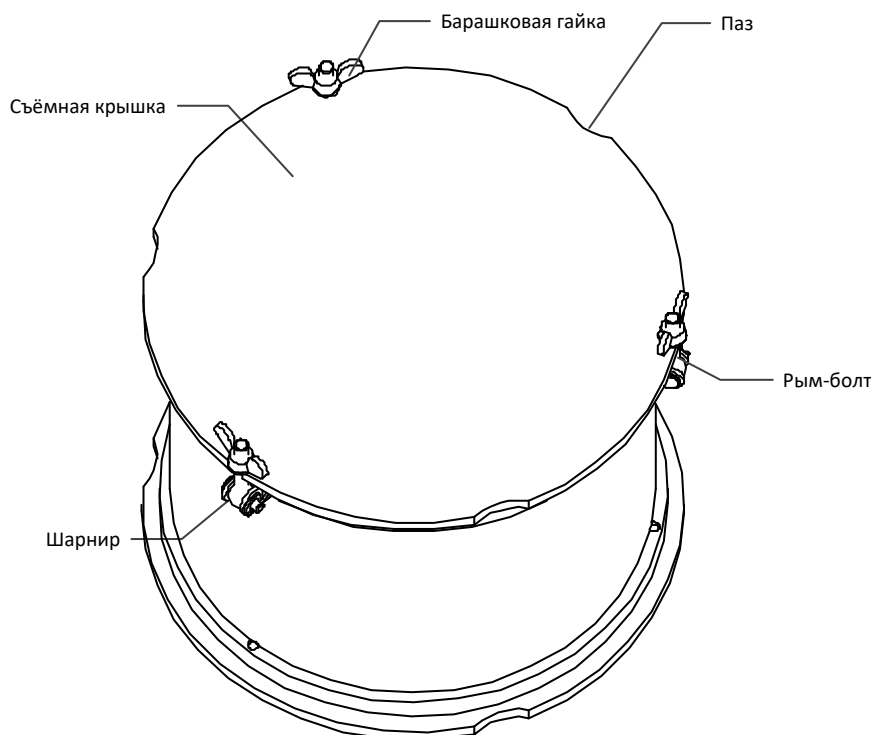
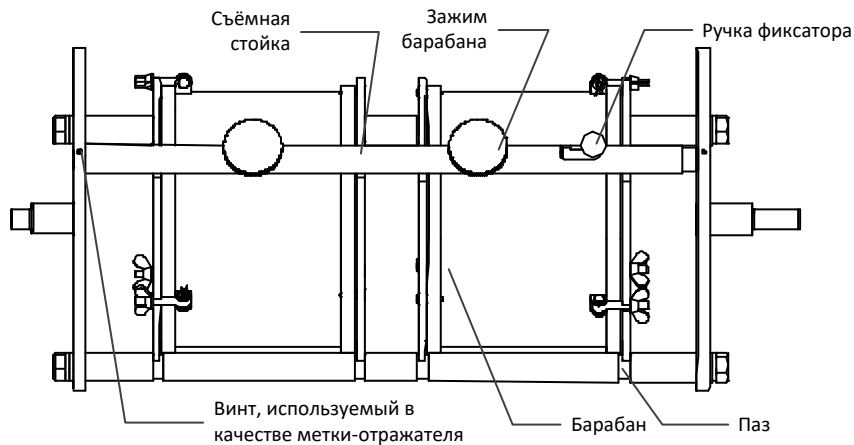

Рисунок 4 - Барабан
Рисунок 5 – Держатель барабанов
- 1) На крышке контейнера (см. рис. 4) ослабить три барашковые гайки, вращая их против часовой стрелки. Отвести рым-болты на шарнирах в стороны. Снять крышку.
- 1) Вращая держатель вручную, установить его таким образом, чтобы съёмная стойка находилась в верхнем положении (см. рис. 5).
- 3) Установить контейнеры на стойки таким образом, чтобы пазы на контейнерах (см. рис. 4) совпали с пазами на стойках (см. рис. 5).
- 5) Зафиксировать барабаны, вращая зажимы барабанов (см. рис. 5) по часовой стрелке.
- 4) Вращая держатель вручную, установить его таким образом, чтобы съёмная стойка находилась в верхнем положении (см. рис. 5).
- 5) Снять фиксацию барабанов, вращая зажимы барабанов (см. рис. 5) против часовой стрелки.
- 8) На крышке контейнера (см. рис. 4) ослабить три барашковые гайки, вращая их против часовой стрелки. Отвести рым-болты на шарнирах в стороны. Снять крышку.